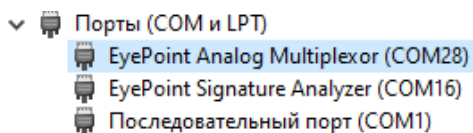

Рисунок 6. Отображение устройств после установки драйвера
11. После установки драйвера в разделе устройств «Порты (COM и LPT)» должно появиться устройство EyePoint Analog Multiplexor (Рисунок 6).